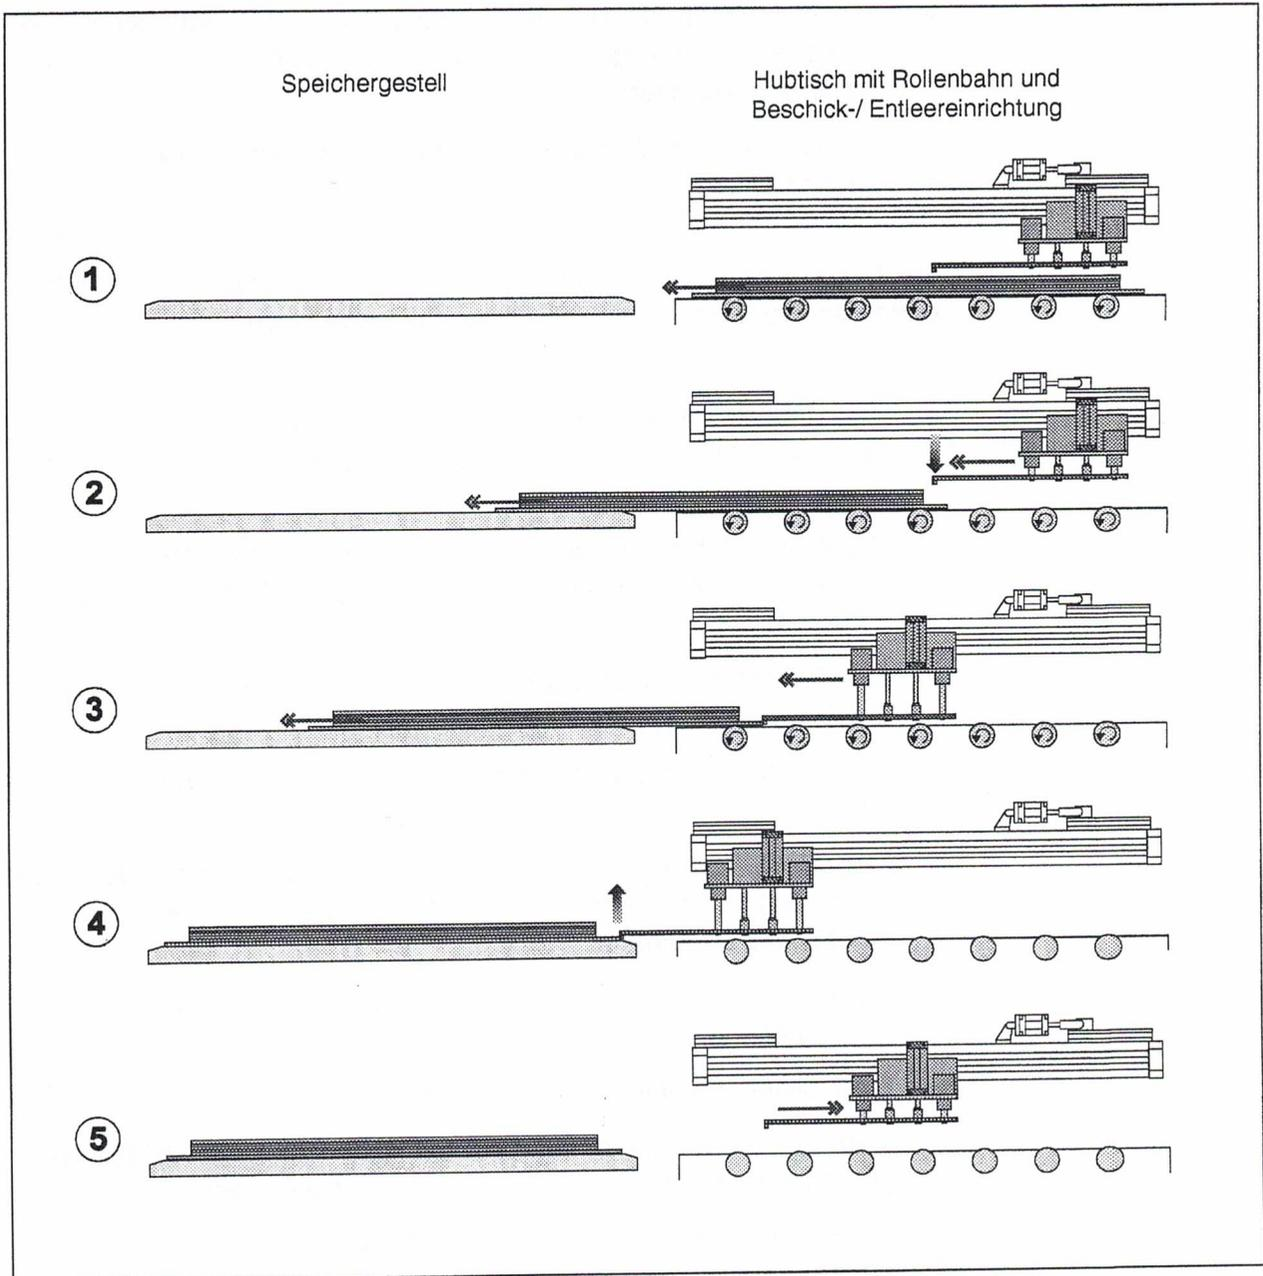

Abbildung 1-4 Funktionsablauf beschicken
- Die Rollenbahn des Hubtisches startet (1, Abbildung 1-4).